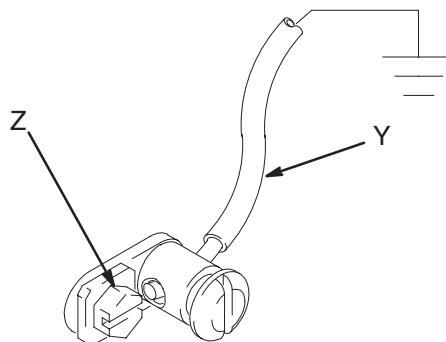

Fig. 2
Enlever la vis de terre (Z) et l'introduire dans l'œil de la cosse située à l'extrémité du fil de terre (Y). Refixer la vis de terre sur la pompe et bien serrer. Voir la Fig 2. Brancher l'autre extrémité du fil sur une véritable terre. Pour commander le fil et la pince de terre, indiquer la réf. 222011.